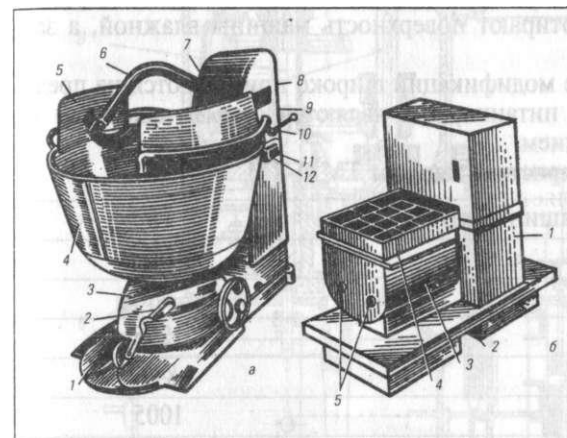

Рис. 6-4. Тестомесильные машины ТММ-1М и МТМ-15
**Тестомесильная машина ТММ-1М (рис.6-4а).** Эта машина состоит из плиты, корпуса, привода, установленного в корпусе машины, дежи на трехколесной тележке и месильного рычага с лопастью.